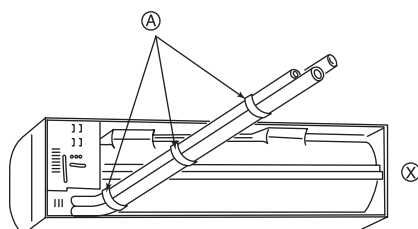

Fig. 3-4
① Aperte a rosca ao furo.
② Pode-se encontrar facilmente o nível pendurando um peso a um fio e alinhando-o pela marca.
① Tubagens da retaguarda, da direita e inferior (Fig. 3-4)
② Tubagens do lado esquerdo e da retaguarda esquerda